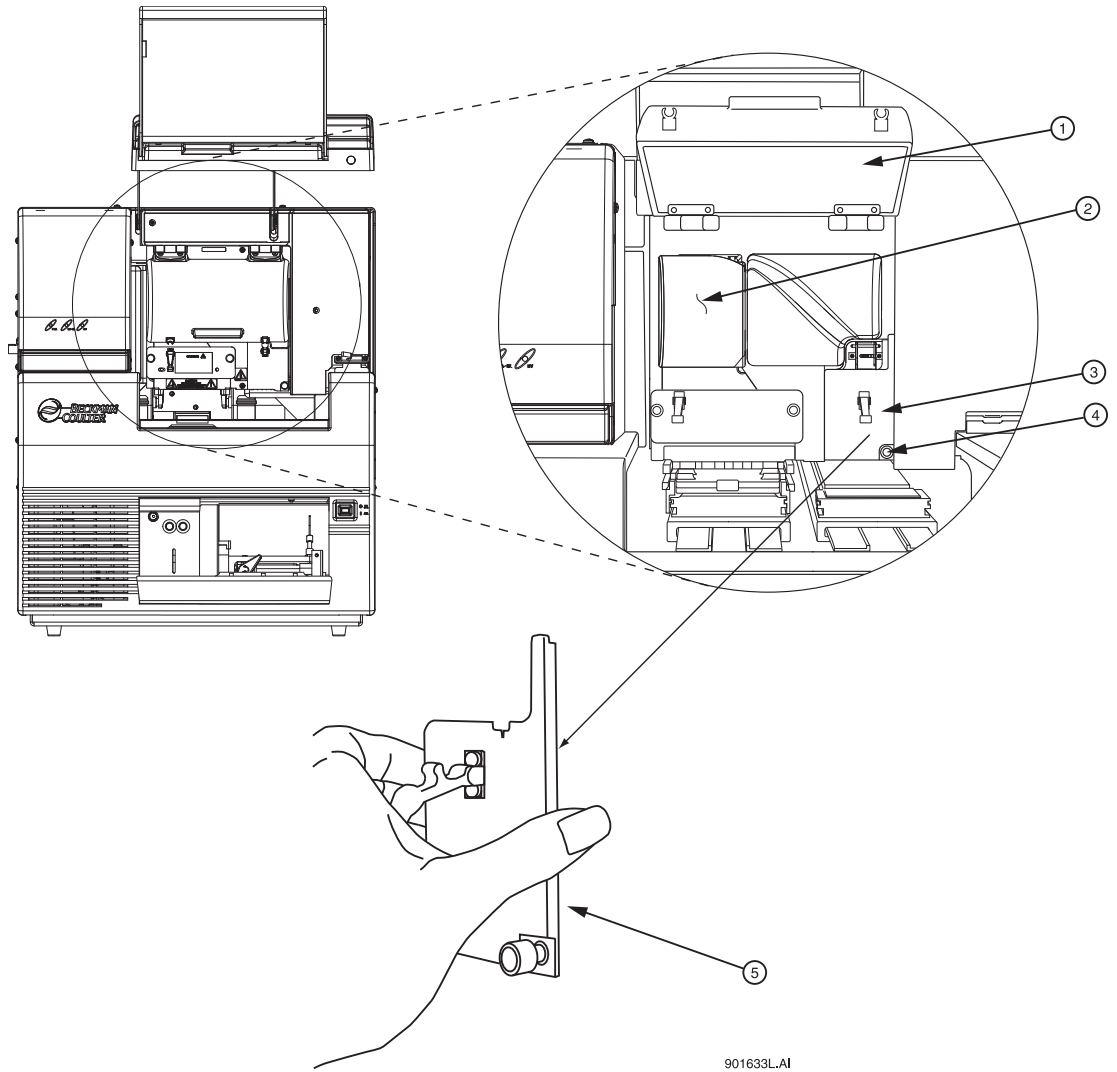

图 9.32 歧管通道盖
5. 松开歧管通道盖固定螺丝（图 9.32），然后卸下盖，放在一边。
15. 更换歧管通道盖，并拧紧固定螺丝（图 9.32）。